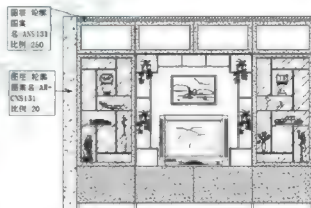

图 9-22
**步骤 16:** 使用直线工具 $\text{L}$ , 绘制斜线, 再使用图案填充工具 $\text{H}$ 进行填充, 效果如图 9-22 所示。